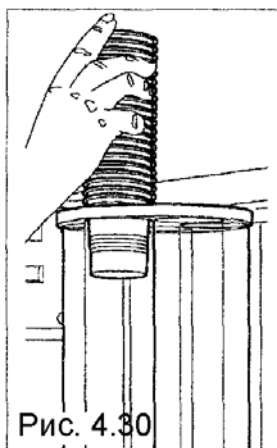

Рис. 4.30
- Проверьте, чтобы бокс для стаканчиков не располагался на одной линии с отверстием для выдачи, затем загрузите все боксы, двигаясь против часовой стрелки, в противоположном направлении (когда бокс находится напротив отверстия для выдачи), закройте дверцу и включите автомат, чтобы бокс для стаканчиков повернулся и автоматически разместился не на одной прямой с отверстием для выдачи, и затем продолжите загрузку (рис. 4.30).